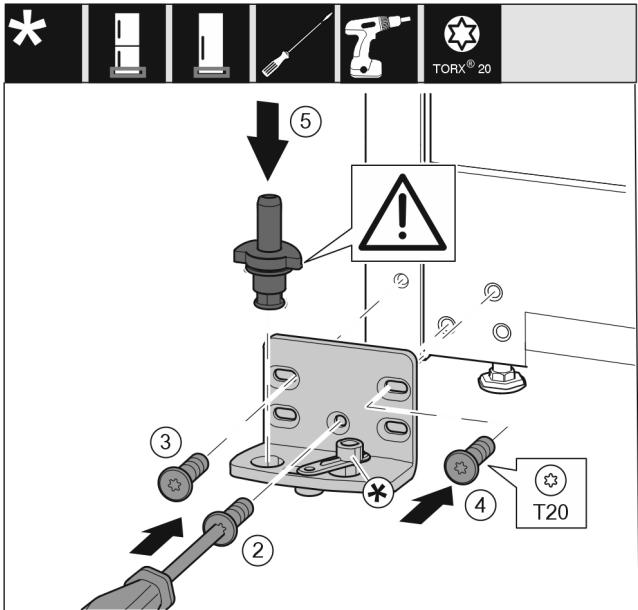

Fig. 29
- Lagerbock auf der anderen Seite ansetzen und mit Hilfe eines Schraubendrehers anschrauben. Mit der Schraube Fig. 29 (2) unten in der Mitte beginnen.
- Schraube Fig. 29 (3) und Schraube Fig. 29 (4) festschrauben.
- Lagerbolzen Fig. 29 (5) komplett einsetzen. Dabei darauf achten, dass der Rastnocken nach hinten zeigt.